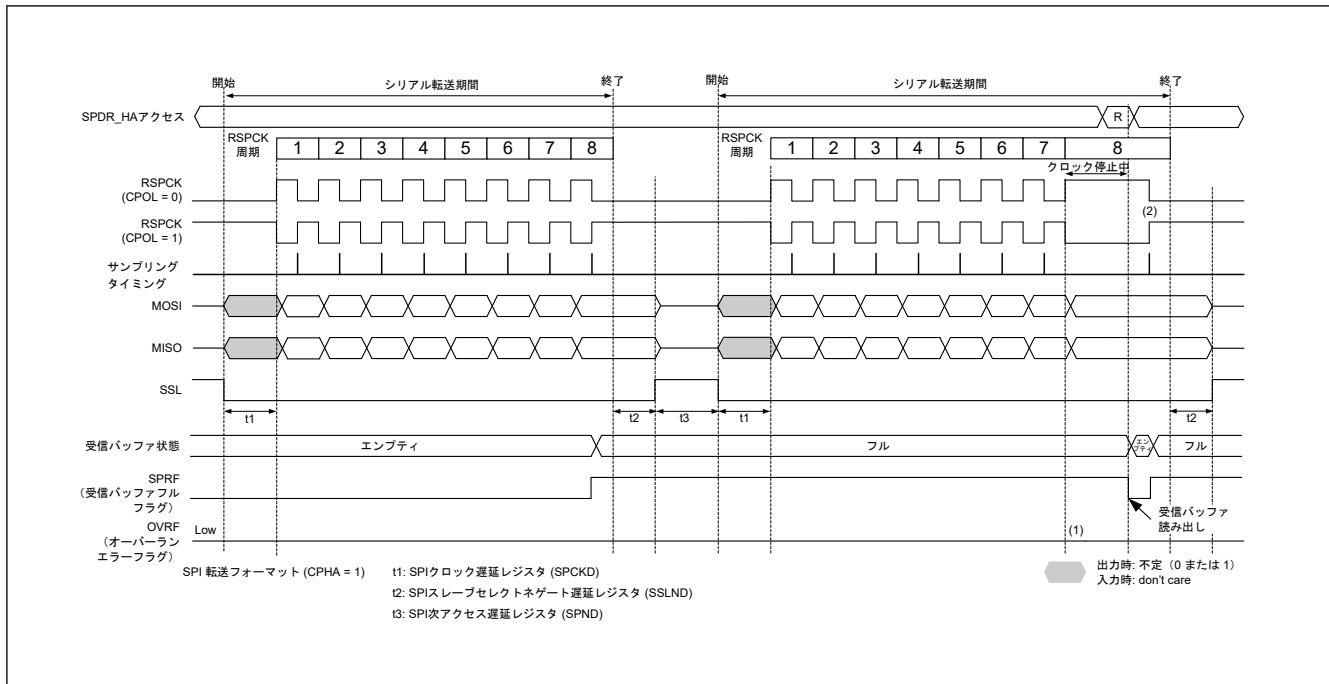
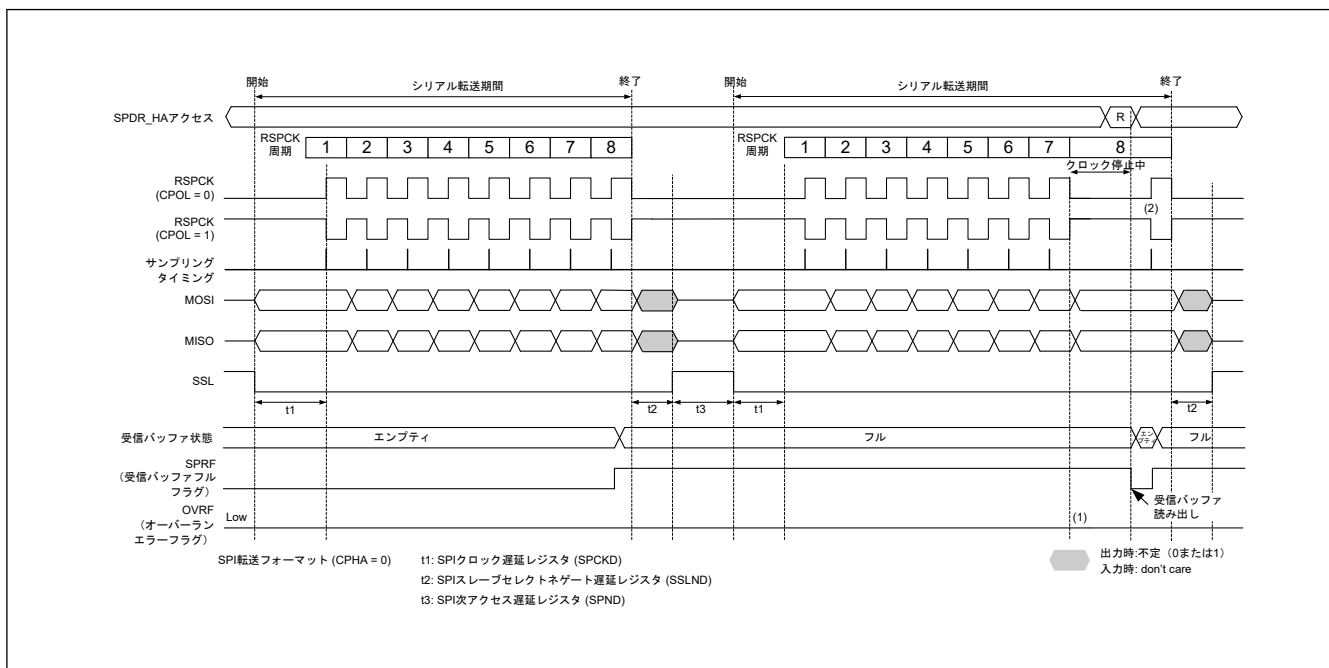

図 32.38 マスタモードの受信バッファフル状態でシリアル転送が継続するときのクロック停止波形 (SPCMDm.CPHA = 1)
図 32.39 マスタモードの受信バッファフル状態でシリアル転送が継続するときのクロック停止波形 (SPCMDm.CPHA = 0)
マスタモードで RSPCK 自動停止機能を有効 (SPCR2.SCKASE = 1) にした場合は、オーバーランエラーが発生しません。図 32.38、図 32.39 にマスタモードの受信バッファフル状態でシリアル転送が継続するときのクロック停止波形を示します。
以下に、図 32.38 および図 32.39 の (1)、(2) に示したタイミングでのフラグ動作を説明します。